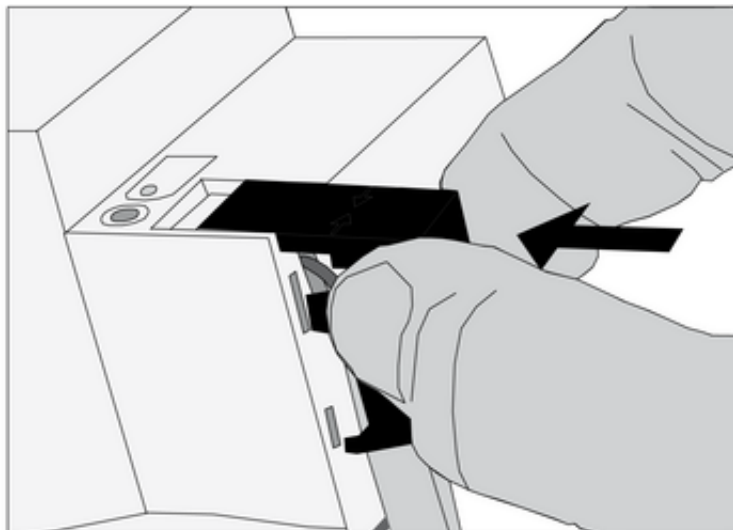

Figure 3: Mise en place du capuchon de protection
- Enfoncer le capuchon de protection sur la borne de bus, jusqu'à ce qu'il s'encliquète (figure 3).